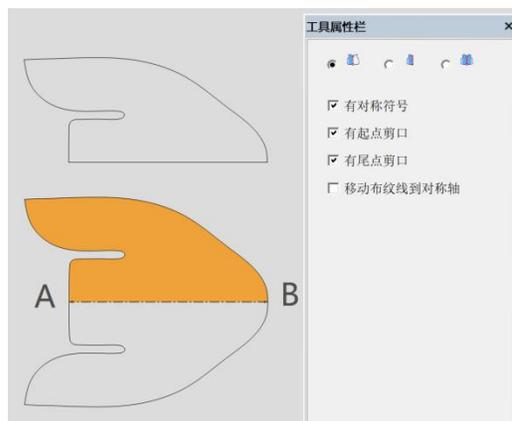

图 42.1
(1) 关联对称: ，纸样两边全显示（如图 42.1），纸样的一半被颜色填充（调整填充的一边时，另一边关联调整），绘图时绘整个纸样。